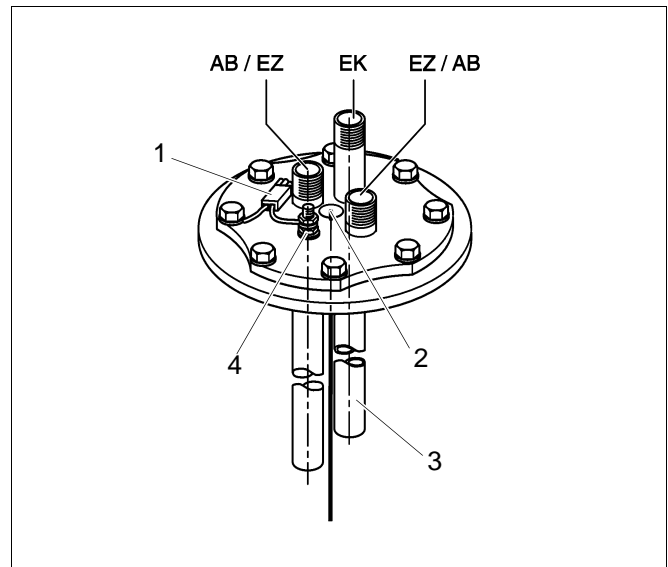

Fig. 13
- Svitare i raccordi delle tubazione AB, EK e EZ, vedi fig. 13.
- Estrarre il filo metallico di guida con le sonde dal pozzetto ad immersione (fig. 13, pos. 2) nel coperchio d'ispezione.
- Svitare i bulloni esagonali del coperchio d'ispezione, togliere il coperchio d'ispezione con l'anodo di magnesio (fig. 13).
Leggenda per fig. 13:
- Ristabilire il collegamento delle tubazioni AB, EK e EZ (fig. 13).